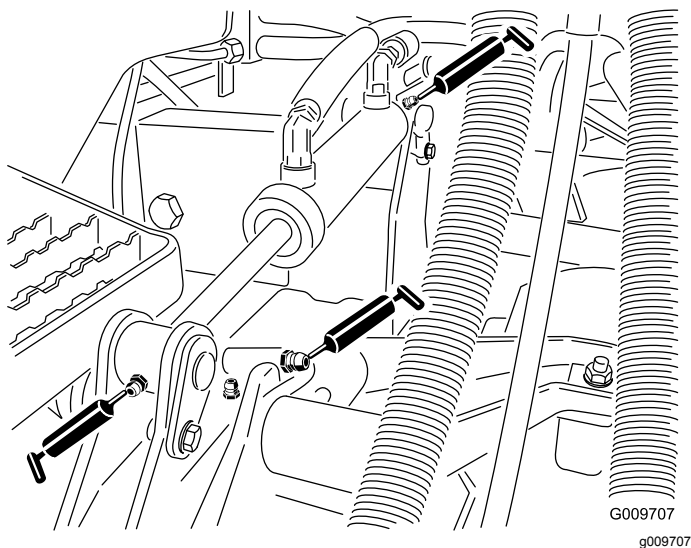

Figure 46
- Bagues de bras de levage (1 par plateau) (Figure 46).
- Bagues de vérin de levage (2 par plateau) (Figure 46).